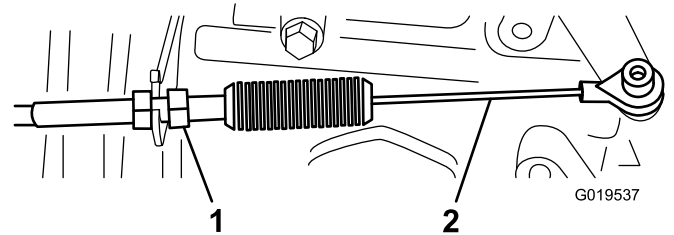
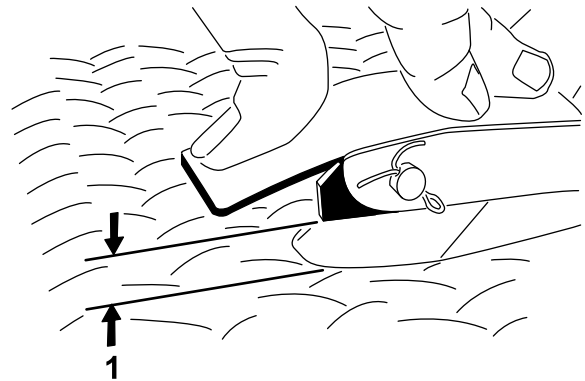

Figura 67
Figura 68
2. Ajuste la articulación esférica del cable del acelerador (Figura 67) hasta que haya de 2,54 a 6,35 mm de holgura entre el brazo del pedal del acelerador y el borde superior del dibujo a rombos de la chapa de suelo (Figura 68) al aplicar una fuerza de 11,3 kg al centro del pedal.
3. Apriete la contratuerca (Figura 67).